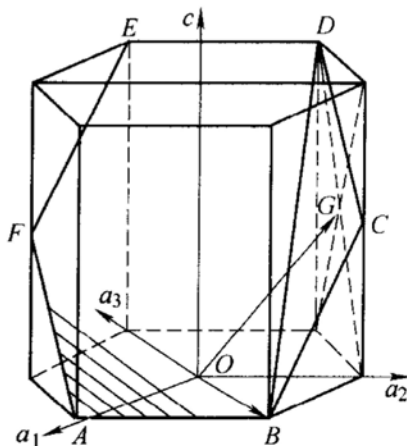

图 34-2 第四题第 2 小题解答图
2.  $(10\bar{1}2)$  晶面与六方晶系的完整晶胞的交线如图 34-2 所示, 其中画影线的晶面就是  $(10\bar{1}2)$  面, 它与晶胞的交线为  $ABCDEF$ 。